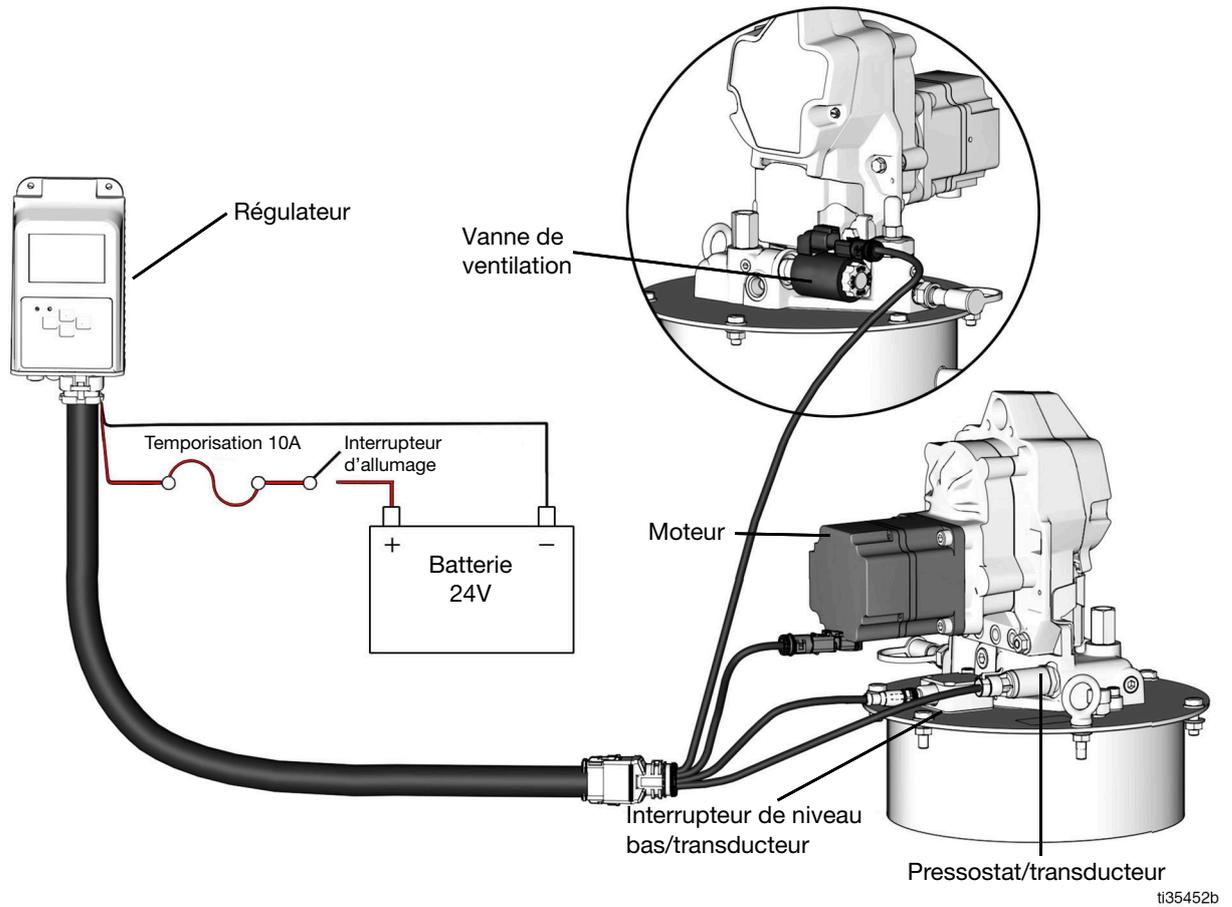
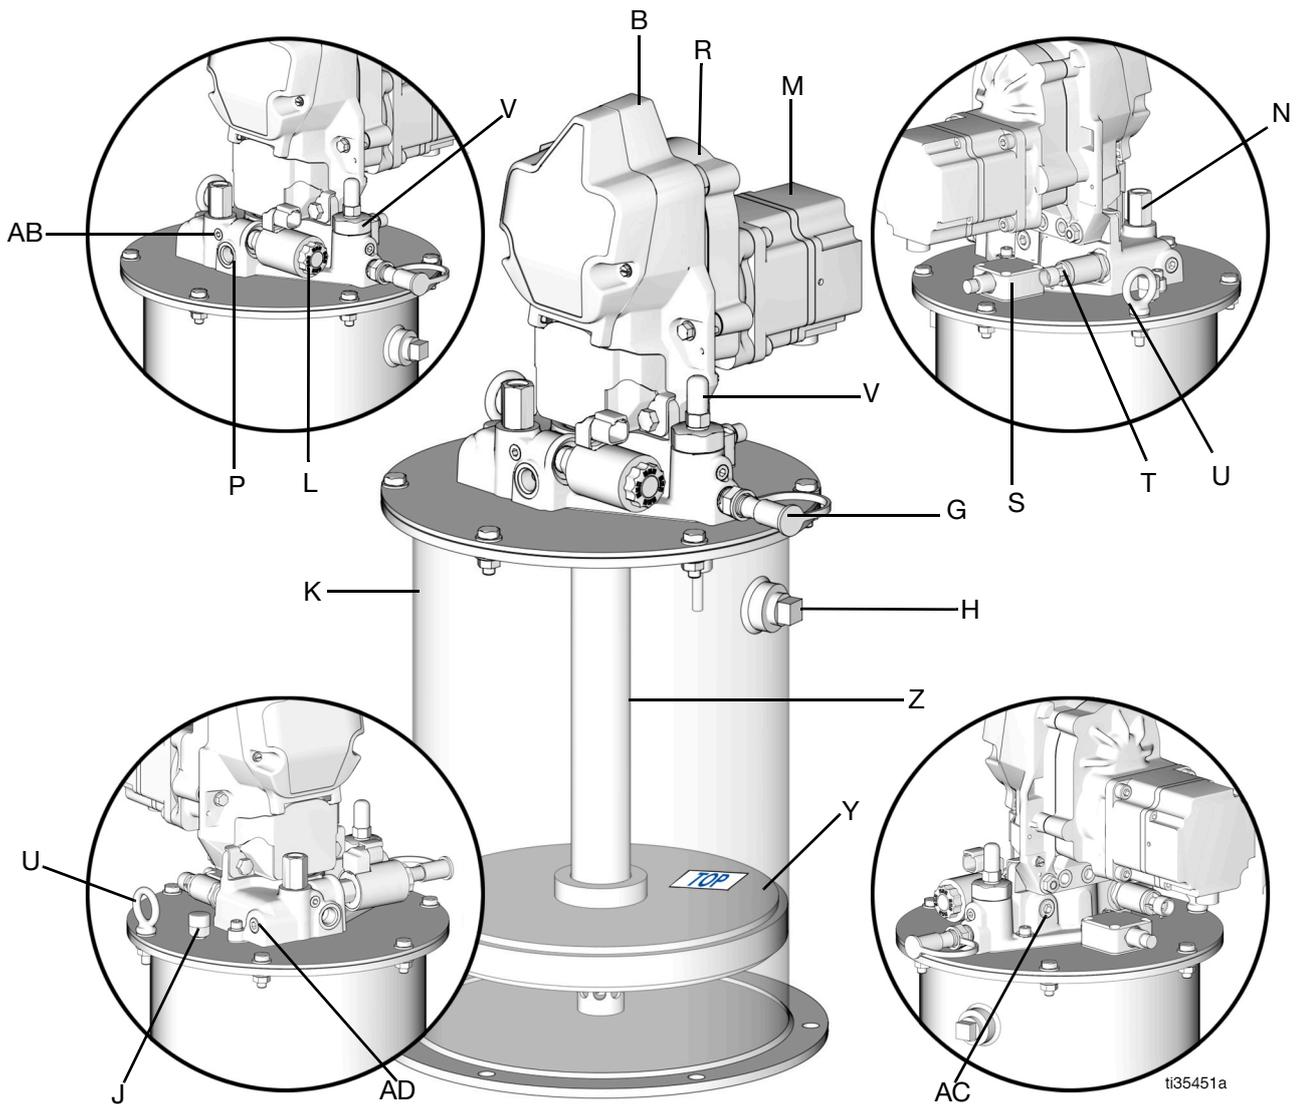

FIG. 7
FIG. 8
**REMARQUE :** Les lettres en majuscule utilisées dans les instructions suivantes se rapportent à l'**Installation type : Système monoligne parallèle** (FIG. 5), **Installation type : Système série progressif** (FIG. 6), **Câblage type : Systèmes monolignes parallèles** (FIG. 7) et schémas d'**Identification des composants** (FIG. 8) à partir de la page 9.